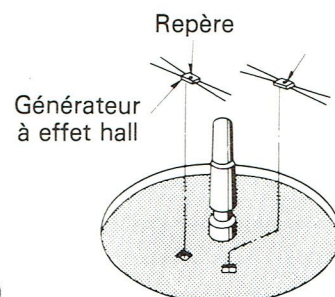

Fig. 9
8. Démontage des générateurs à effet de Hall (Fig. 9)